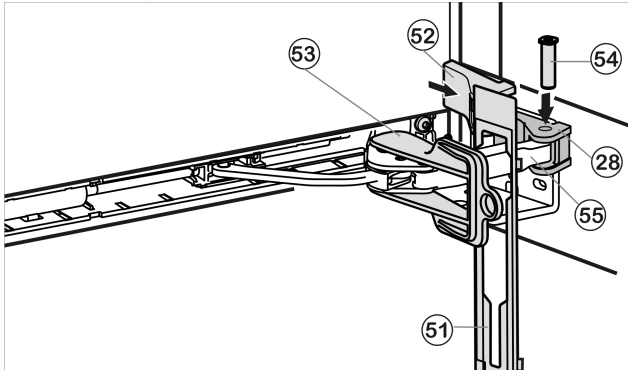

Fig. 24
- Suspenda el panel Fig. 24 (51) en el estribo del amortiguador, de modo que los ganchos de retención estén orientados hacia delante y el lado delantero esté orientado hacia al aparato.
- Acerque el estribo del amortiguador Fig. 24 (55) a la pieza de cojinete Fig. 24 (28) y vuelva a introducir el perno Fig. 24 (54) desde arriba, de modo que el cuadrado esté en la parte hundida.
- Coloque y encaje la cubierta Fig. 24 (52).
- Retire el seguro Fig. 24 (53) girándolo.
- Encaje el panel Fig. 24 (51) en la puerta.